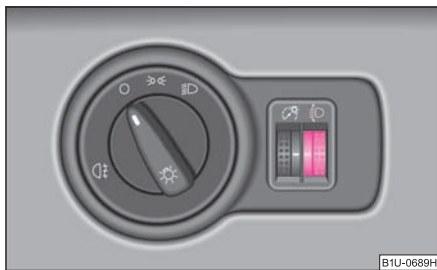

Fig. 43 Cuadro de interruptores:
- Girar el regulador giratorio $\Rightarrow$ fig. 43, hasta que la luz de cruce esté ajustada de tal modo, que no se deslumbre a otros concurrentes en el tráfico.